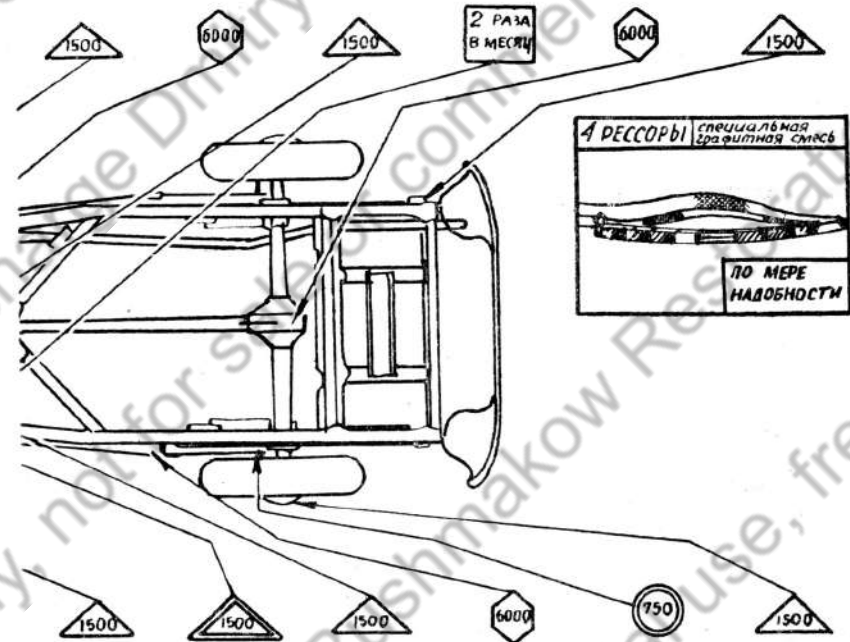

Рис. 89. Карта смазки шасси автомобиля М-1
**Смазка тавотным шприцем.** Все остальные детали шасси смазываются тавотным шприцем, согласно прилагаемой карте смазки (рис. 89).